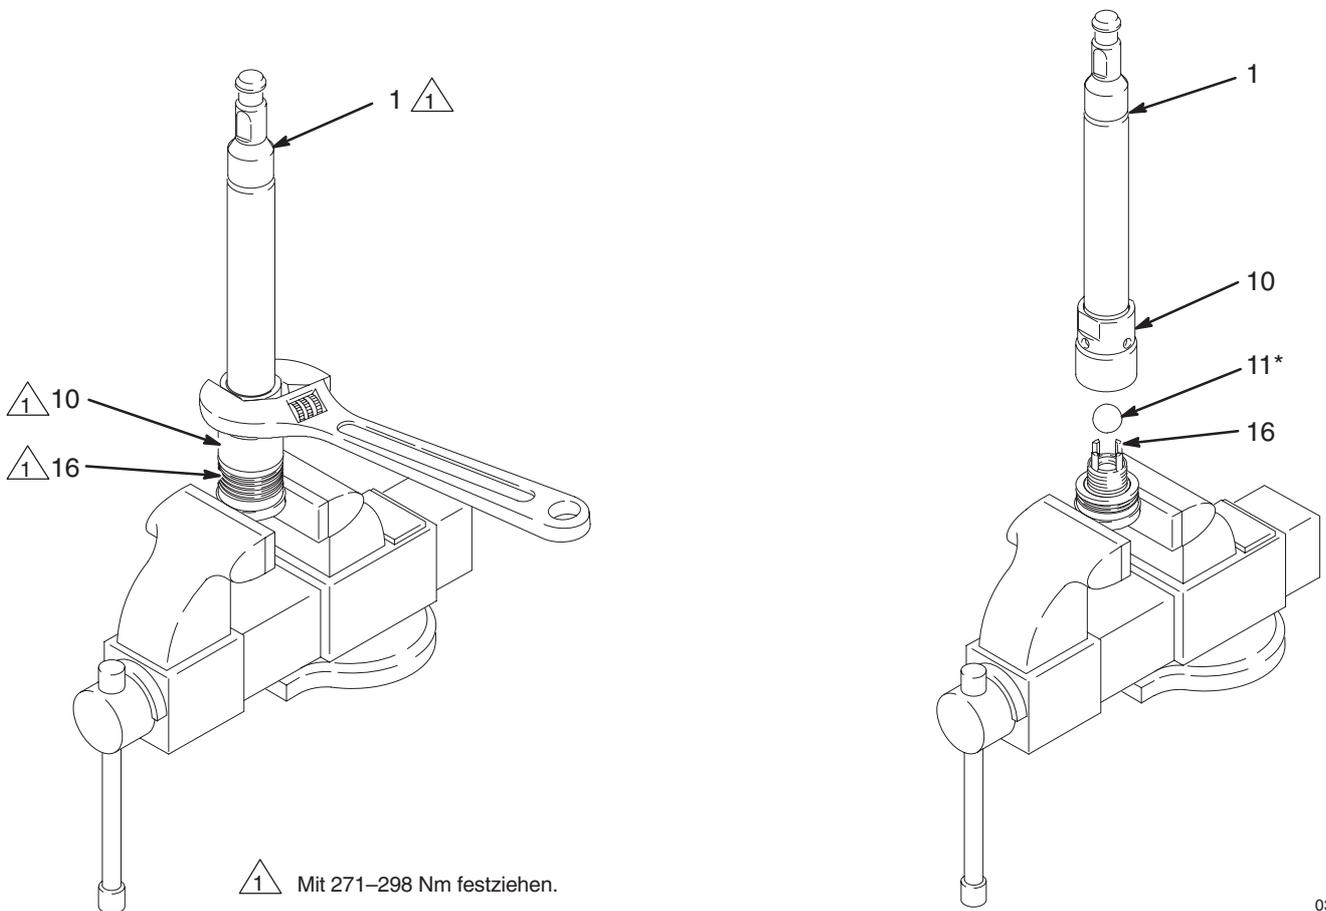

Abb. 8
- a. Ventilgehäuse (18) vom Zylinder abschrauben (die Schlüsselflächen des Zylinders mit einem 6,67-cm-Schlüssel halten). Mit einem Gummihammer die Kolbenstange (1) und den Kolbensatz aus dem Auslassgehäuse (7) und dem Zylinder (9) treiben, bis der Kolben frei ist. Stange und Kolben vorsichtig vom Zylinder ziehen, um die Teile nicht zu zerkratzen.
- b. Einen 6,67-cm-Schlüssel auf die Schlüsselflächen des Zylinders ansetzen und den Zylinder (9) vom Auslassgehäuse (7) abschrauben. Die beiden Dichtungen (8) vom Zylinder entfernen. Mit einer Lampe in den Zylinder (9) leuchten und die Innenfläche auf Kerben und Abnutzung überprüfen. Nun zu Schritt 4 gehen.
- c. Zylinder (9) und Ventilgehäuse (18) vom Auslassgehäuse (7) abschrauben. Zylinder und Ventilgehäuse vorsichtig gerade vom Auslassgehäuse abziehen; die Kolbenstange (1) und der Kolbensatz kommen mit diesen Teilen heraus.
- d. Ventilgehäuse (18) in den Schraubstock einspannen und den Zylinder (9) mit einem 6,67-cm-Schlüssel vom Gehäuse abschrauben. Die Kolbenstange (1) und der Kolbensatz bleiben dabei im Zylinder.
- e. Mit einem Gummihammer die Kolbenstange (1) und den Kolbensatz aus dem Zylinder (9) treiben, bis der Kolben frei ist. Stange und Kolben vorsichtig vom Zylinder ziehen, um die Teile nicht zu zerkratzen.
- f. Beide Dichtungen (8) vom Zylinder entfernen. Mit einer Lampe in den Zylinder (9) leuchten und die innere Oberfläche auf Kerben und Abnutzung überprüfen. Nun zu Schritt 4 gehen.
4. Die flachen Enden der Kolben (16) wie in Abb. 8 gezeigt in einen Schraubstock spannen.
5. Mit einem verstellbaren Schlüssel das Kugelgehäuse (10) vom Kolben abschrauben. Vorsichtig vorgehen, um die Kolbenkugel (11) auffangen zu können, wenn der Kolben und das Kugelgehäuse auseinandergenommen werden, damit sie nicht auf den Boden fallen und beschädigt werden kann.
6. Die Kolbenstange (1) auf Kratzer oder andere Beschädigungen überprüfen. **Nur wenn die Stange ausgewechselt werden muss**, ist sie von der Kugelgehäuse (10) abzuschrauben. Zu diesem Zweck einen verstellbaren Schlüssel an die flachen Enden der Stange anlegen.
3. Die flachen Enden des Kolbensitzgehäuses (16) in einen Schraubstock geben. Die Kugel (11*) auf das Gehäuse legen. Das Kugelgehäuse (10) mit der Hand auf das Kolbensitzgehäuse schrauben, dann mit 271–298 Nm anziehen. Siehe Abb. 8.